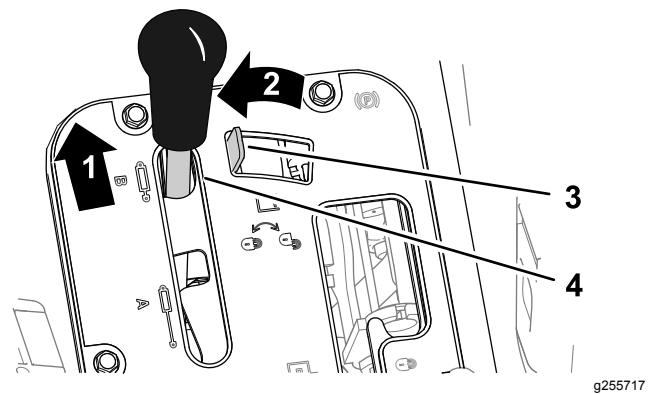
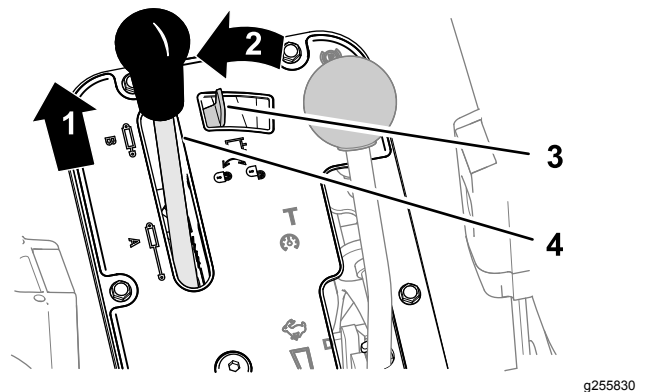

Figure 80
Figure 81
2. Déplacez le dispositif de blocage de la commande hydraulique vers la gauche pour l'enclencher (Figure 80 ou Figure 81).
1. Poussez le levier de commande hydraulique vers l'avant (Figure 80 ou Figure 81).